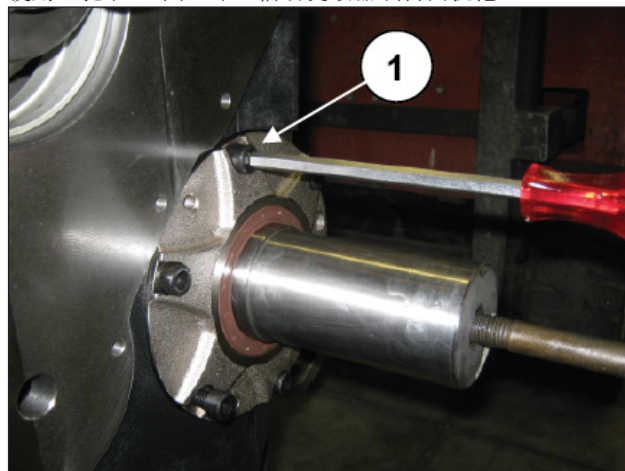
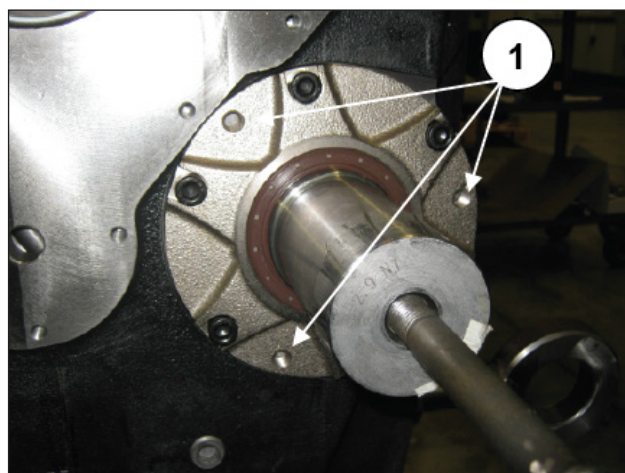

图 9
图 10
拧松右和左动力输出轴轴承盖固定螺栓 (①, 图 9) 并从动力输出轴上取出两个盖子及相关密封圈。为方便拆除, 可使用M8孔 (①, 图 10), 借助提取器或自由机枪。